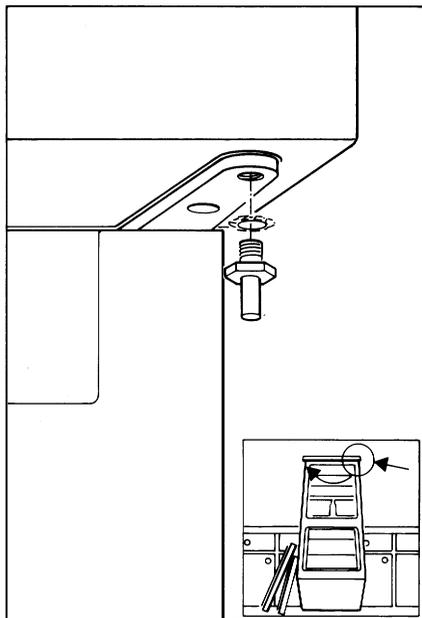

Fig. 8
- Svitare il perno della cerniera superiore e rimontarlo sul lato sinistro **(Fig. 8)**. Non dimenticare di inserire le rondelle.